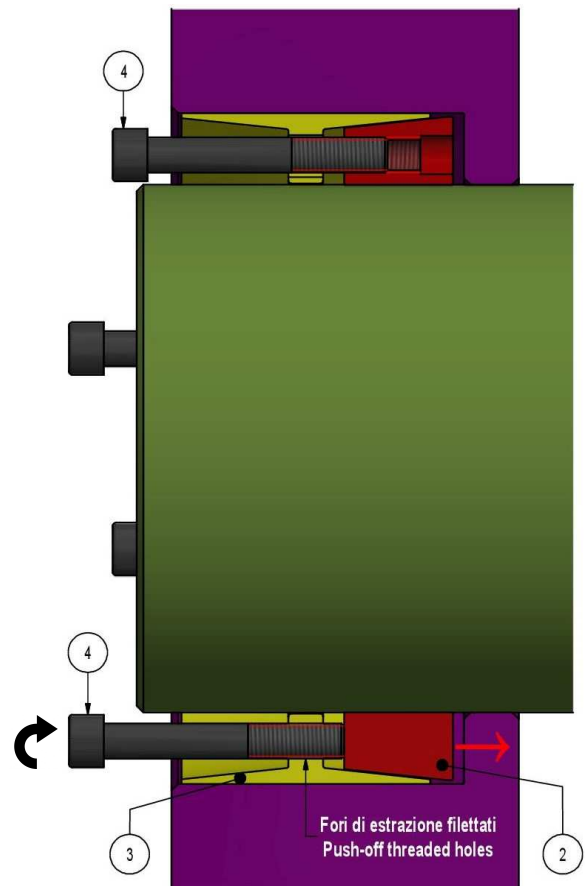

Fig. 5. Sbloccaggio dell'anello di spinta posteriore.
3. Trasferire le viti, usate per lo smontaggio dell'anello di spinta anteriore, in tutti i fori di estrazione filettati dell'anello esterno. Sbloccare l'anello di spinta posteriore, **avvitando progressivamente queste viti in più passate, secondo uno schema a croce, serrando di  $\frac{1}{4}$  di giro circa ad ogni passata (fig. 5)**. Partire con una vite posizionata a circa  $90^\circ$  rispetto al taglio dell'anello esterno; le viti adiacenti al taglio vanno serrate in sequenza.